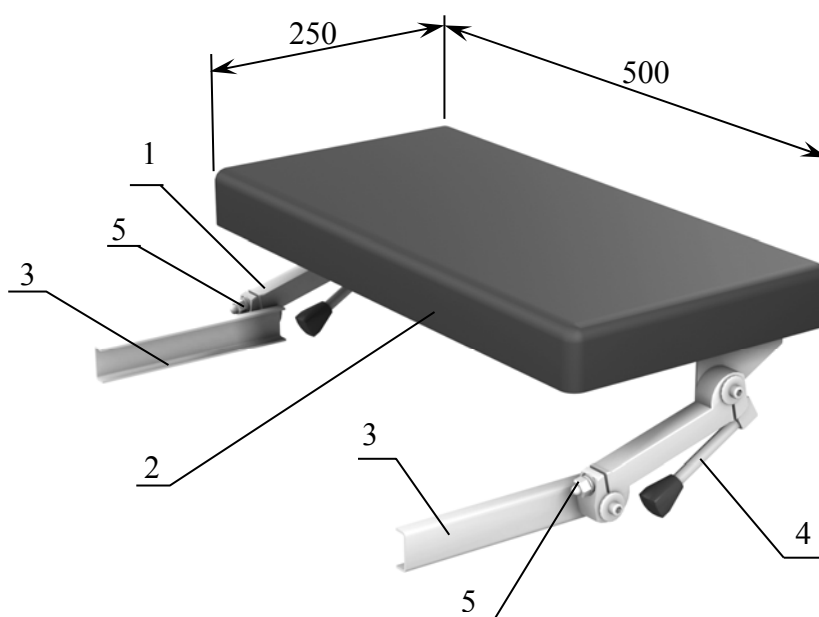

**Рисунок 1. Комплект КПП-19 для позиционирования головы с двумя наклонами.**
Основой комплекта является каркас с шарнирными опорами 1 (рисунок 1), на котором крепится съемная подушка 2. На шарнирах каркаса закреплены поворотные монтажные консоли 3, служащие для установки комплекта в гнездах центрального блока секций стола. Рукоятки 4 фиксируют шарниры, гайки 5 служат для регулировки усилия фиксации.
9.3 Монтажные консоли 3 комплекта (рисунок 1) устанавливаются в прямоугольные гнезда центрального блока секций панели стола.